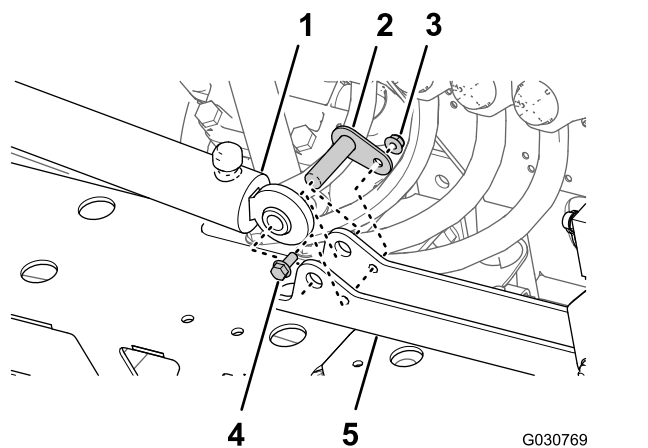

Рисунок 128
- Совместите неподвижный конец подъемного цилиндра, снятого при выполнении пункта 4 раздела Демонтаж подъемных цилиндров (страница 39), с отверстием диаметром 16 мм ($\frac{5}{8}$ дюйма) в креплении цилиндра (Рисунок 128).
- Установите цилиндр на крепление цилиндра при помощи оси поворота, болта с фланцевой головкой и фланцевой гайки (Рисунок 128).